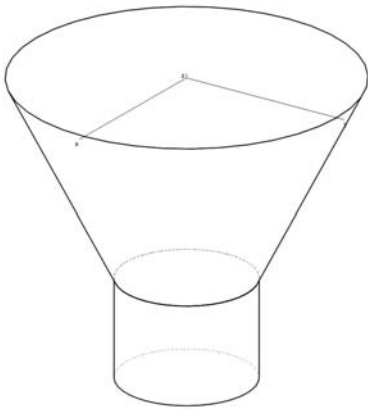

Abb. 5
- (I) Erzeugen des Kegelstumpfes mit dem aufgesetzten Drehzylinder z. B. als Rotationskörper.(Abb. 5).